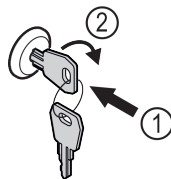

Fig. 240
- ▶ Trykk inn nøkkelen. Fig. 240 (1)
- ▶ Vri nøkkelen 90° med klokka. Fig. 240 (2)